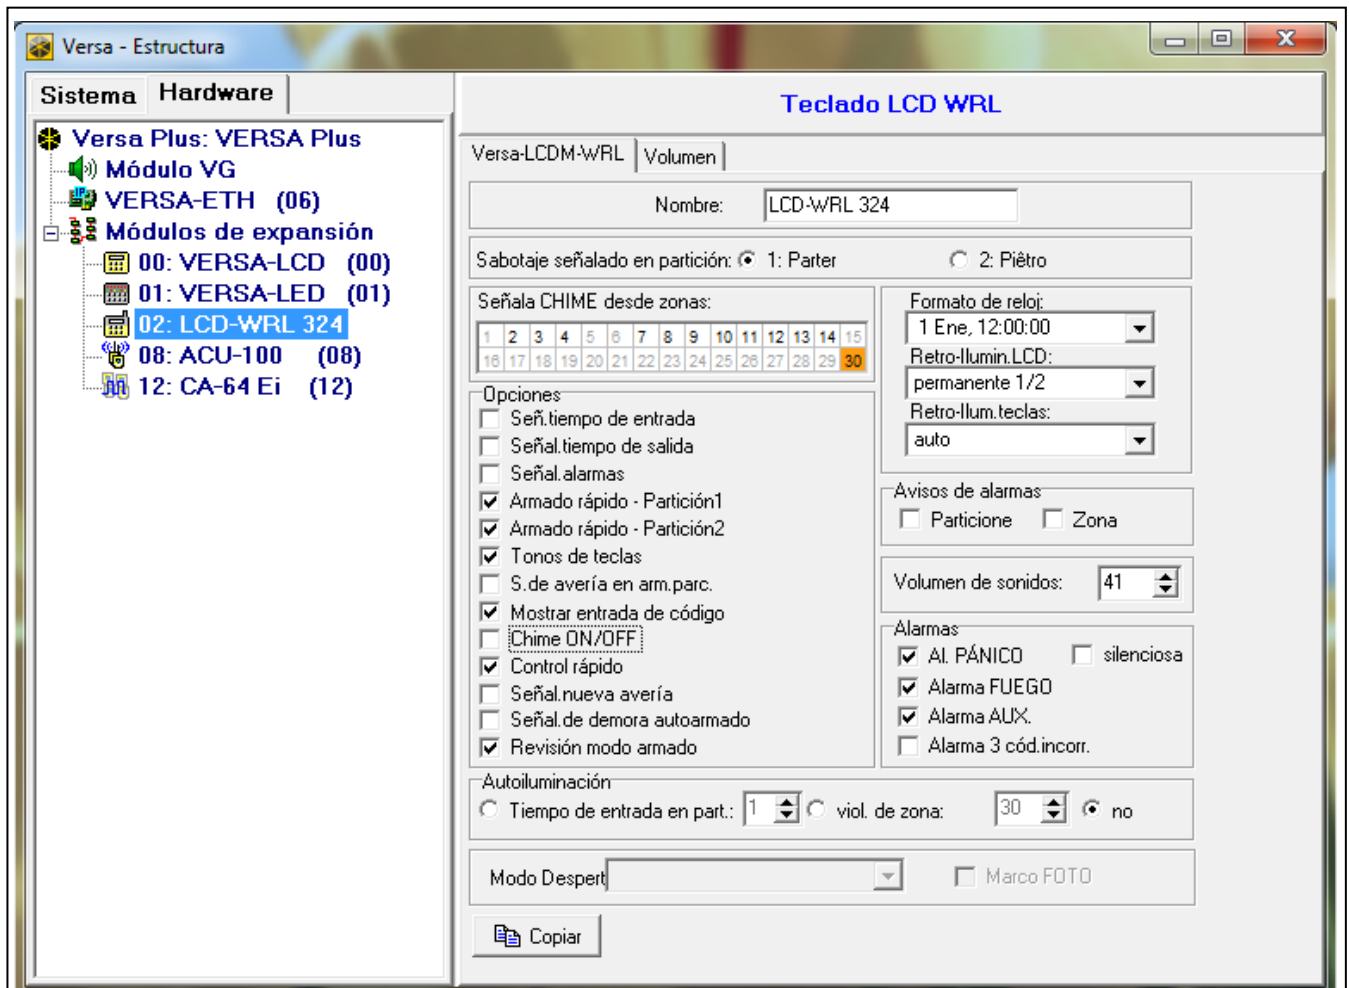

Fig. 4. Programa DLOADX: ajustes del teclado almacenados en la central de alarma.
- programa DLOADX: →ventana “Versa – Estructura” →pestaña “Equipo” →ramo “Módulos de extensión” →[nombre de teclado] (ver: fig. 4),